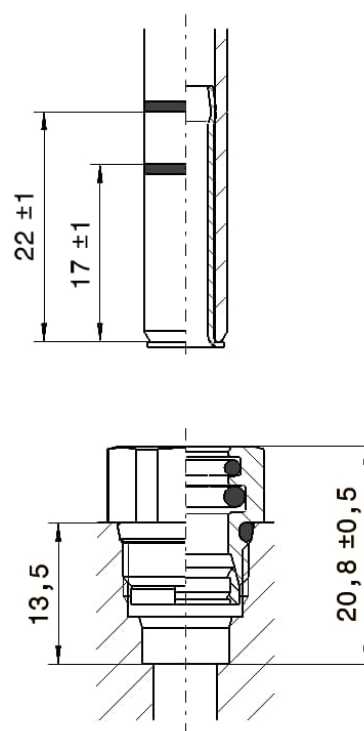

Abb. 22: Einstecktiefen und Maße NG 8
- ⚠ Bei der Rohrgröße 8 x 1 ist vor dem Stecken eine Stützhülse in das Rohr einzuschieben (siehe Abb. 22).